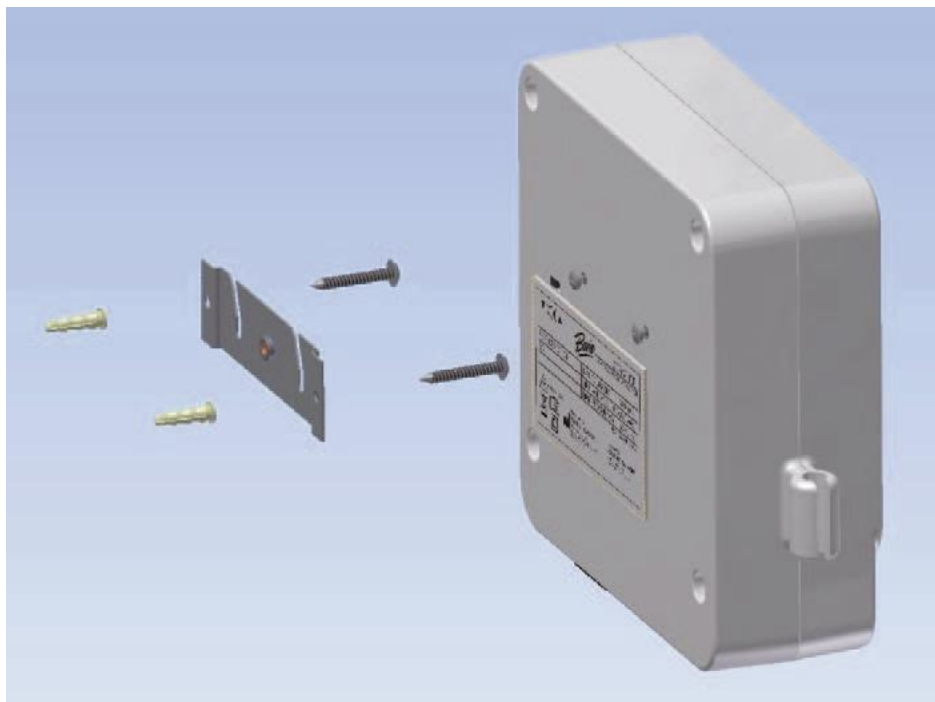

Fig 1
1. Montați Bovie. DERM 102 pe perete sau pe cărucior mobil, care poate fi comandat suplimentar, folosind setul de montaj standard (vezi fig. 1. Nu lucrați cu aparatul în stare orizontală pentru că se pot vărsa lichide peste el.